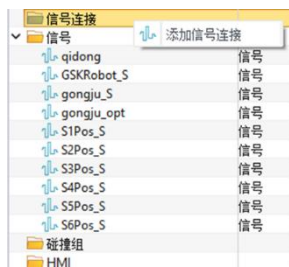

图 12-18: 添加信号连接
- 在 "机电建模" 下找到 "信号连接"。(图 12-18)